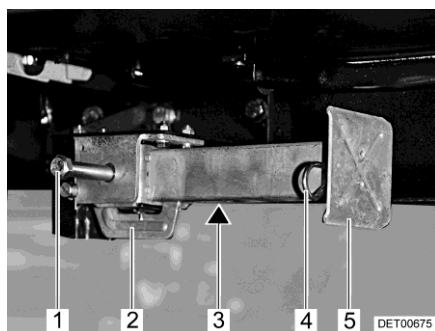

Bild 39 Stödben
- Placera hylsnyckeln på sexkanten (Bild 39,1) och vrid runt den tills stödbenet står rakt neråt.
- När längden på stödbenet kan justeras, dras sprinten (Bild 39,4) ut ur stödbenets förlängning (Bild 39,5).
- Placera hylsnyckeln på sexkanten (Bild 39,1) och vrid runt den tills stödbenet inte längre sitter mot marken.
- Skjut in stödbensförlängningen (Bild 39,5) helt och sätt in sprinten (Bild 39,4) i borrhålet på stödbensförlängningen.
- Vrid sexkanten (Bild 39,1) tills stödbenet svängs uppåt och spåret (Bild 39,2) är helt vid slutet av skåran (Bild 39,3).